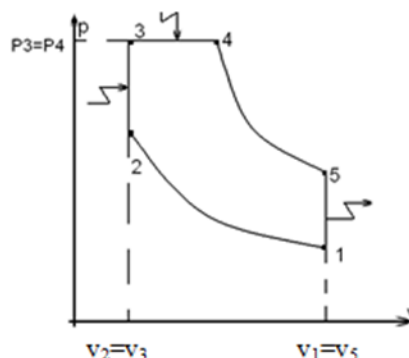
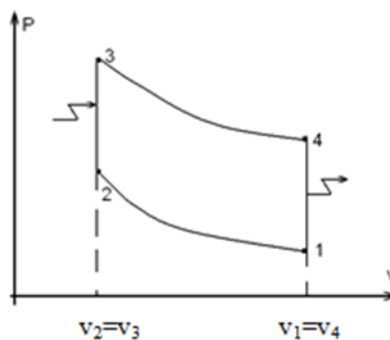

рисунок 4
рисунок 5
4). рисунок 4      5). рисунок 5